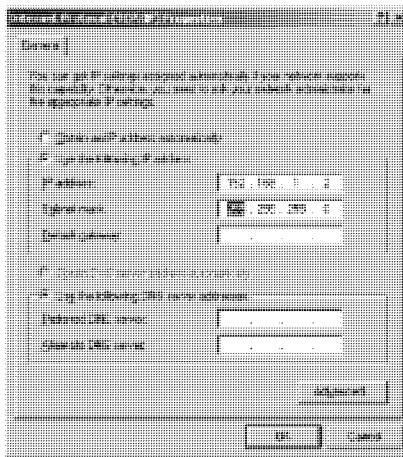

Рис. 10. Окно свойств протокола Интернета (TCP/IP)
6. Установите переключатель *Use the following IP Address (Использовать следующий IP-адрес)* и введите параметры, показанные на рис. 10.